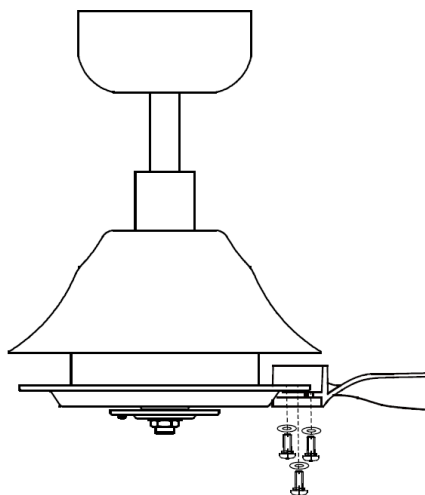

Fig. 8
- Steek de schroeven van de ventilatorbladen door de ventilatorbladenkit en bevestig vervolgens het ventilatorblad aan de motor door de 3 schroeven vast te draaien. Fig.8